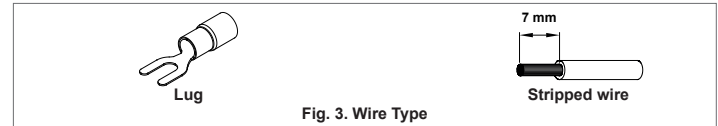

Fig. 3. Wire Type
- Use flexible cable (stranded or solid) of AWG No. 14-12. The torque at the Input connector shall not exceed 11.98Kgf.cm. The torque at the Output connector shall not exceed 16.59Kgf.cm. The insulation stripping length should not exceed  $0.275''$  or 7mm (Refer to Fig. 3).
- AWG No. 14-12 ケーブルを使用して接続して下さい。コネクターへの締め付けトルクは入力端子側 11.98Kgf.cm 以内、出力端子側 16.59Kgf.cm 以内として下さい。ケーブル皮膜の除去は 0.275" (7mm) 以内として下さい（図 3 参照）。